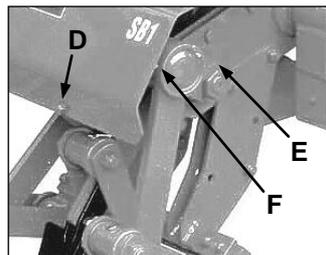
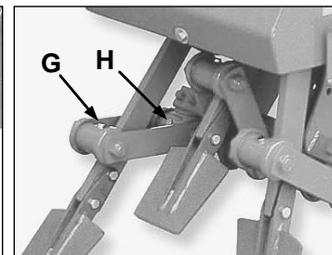

fig. 3
fig. 4
- Aflojar el tornillo de fijación D (fig. 3) y abrir la protección de seguridad. A continuación, engrasar las articulaciones de las bielas en los puntos E y F (fig. 4). Sustituir los engrasadores si están dañados.
- Quitar las tapas de los puntos de articulación inferiores G y H (fig. 4) y rellenar de aceite con viscosidad ISO VG 680 (p. ej. AGIP BLASIA 680)